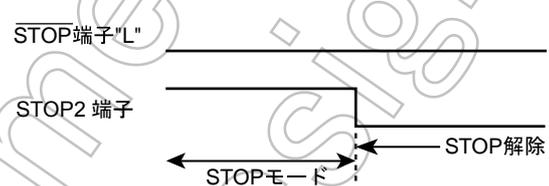

図 15-2  $\overline{\text{STOP}}$  端子と STOP2 ~ STOP5 端子の優先順位
- 注 5) STOP2 ~ STOP5 入力によって STOP モードを解除する ("L" レベル) 場合は、STOP モード中  $\overline{\text{STOP}}$  端子を必ず "L" レベルに固定してください。(図 15-2)